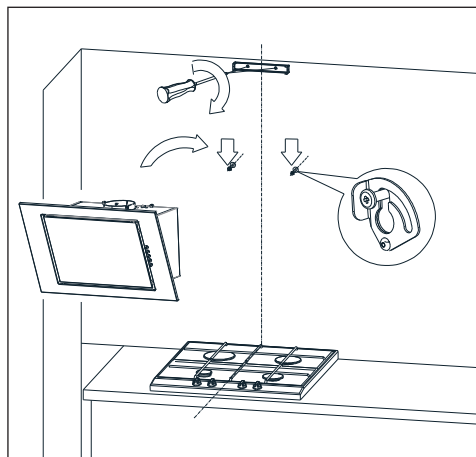

Fig. 12 Suspension de la hotte
3. Vissez l'élément de fixation du corps de cheminée, accrochez la hotte sur deux vis non serrées (Fig. 12).